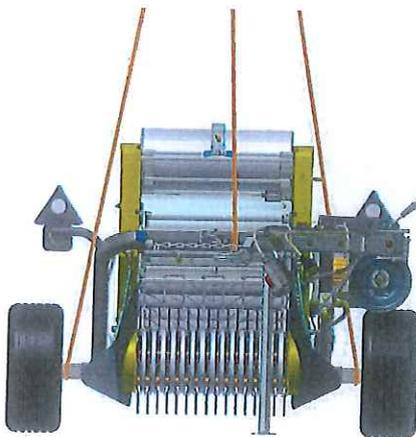

Bild. 16 Verseilung für Hebung
- Die empfohlenen Verseilungspunkte für das Hubverfahren sind auf dem Fahrgestell in der Nähe der Räder und der Identifikationsplakette ersichtlich (Bild. 16).
Die Maschine kann für die Arbeit auf verschiedenen Höhen vom Boden konfiguriert sein. Zu diesem Zweck können die Radgruppen auf vier unterschiedliche Weisen montiert werden. Für die Montage der Radgruppen muss die Maschine gehoben werden (siehe Abschnitt 4.1 Bild. 16). Nachdem die Maschine gehoben wurde, die angegebenen Schrauben im Abschnitt Bild. 19 lösen und die Radgruppe abziehen. Den Schlauch der Radgruppe gemäß der gewünschten Konfiguration (in Bild. 20, Bild. 21, Bild. 22 und Bild. 23 werden die vier möglichen Konfigurationen gezeigt) ausrichten. Die Schrauben vor dem Absetzen der Maschine am Boden festziehen.